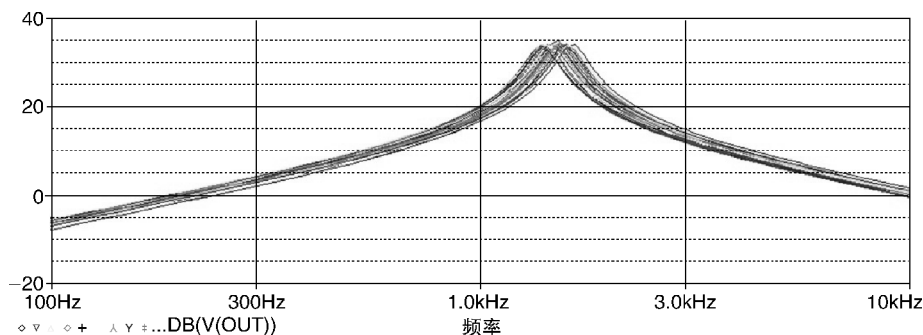

图 10.11 利用蒙特卡洛分析带通滤波器的输出特性曲线
8. 如图 10.11 所示为带通滤波器的输出频率特性曲线。通过选择菜单 **View > Output File** 打开输出文件 { XE “Output File” }, 然后向下拖动查看每次蒙特卡洛仿真运行数据。在文件底部, 将会看到数据统计结果概述以及每次仿真数值与标称值的偏差。